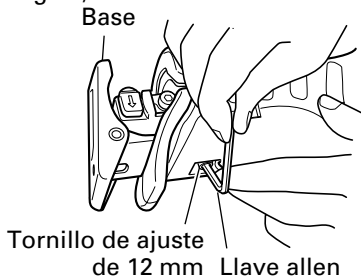
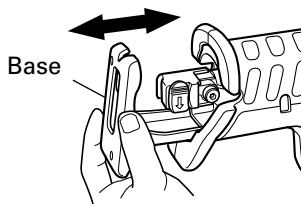

Fig. 13
Fig. 14
(2) Afloje el tornillo de ajuste de la base con la llave de barra hexagonal suministrada para ajustar la posición de instalación de la base. (Fig.13, Fig.14)